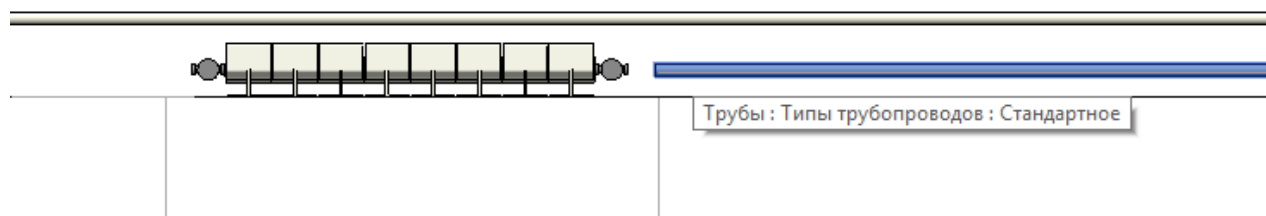

Рисунок 5.19. Прокладка магистральных трубопроводов
5. Проложить подающие и обратные трубопроводы с заданием необходимых диаметров и смещения (рис. 5.19).